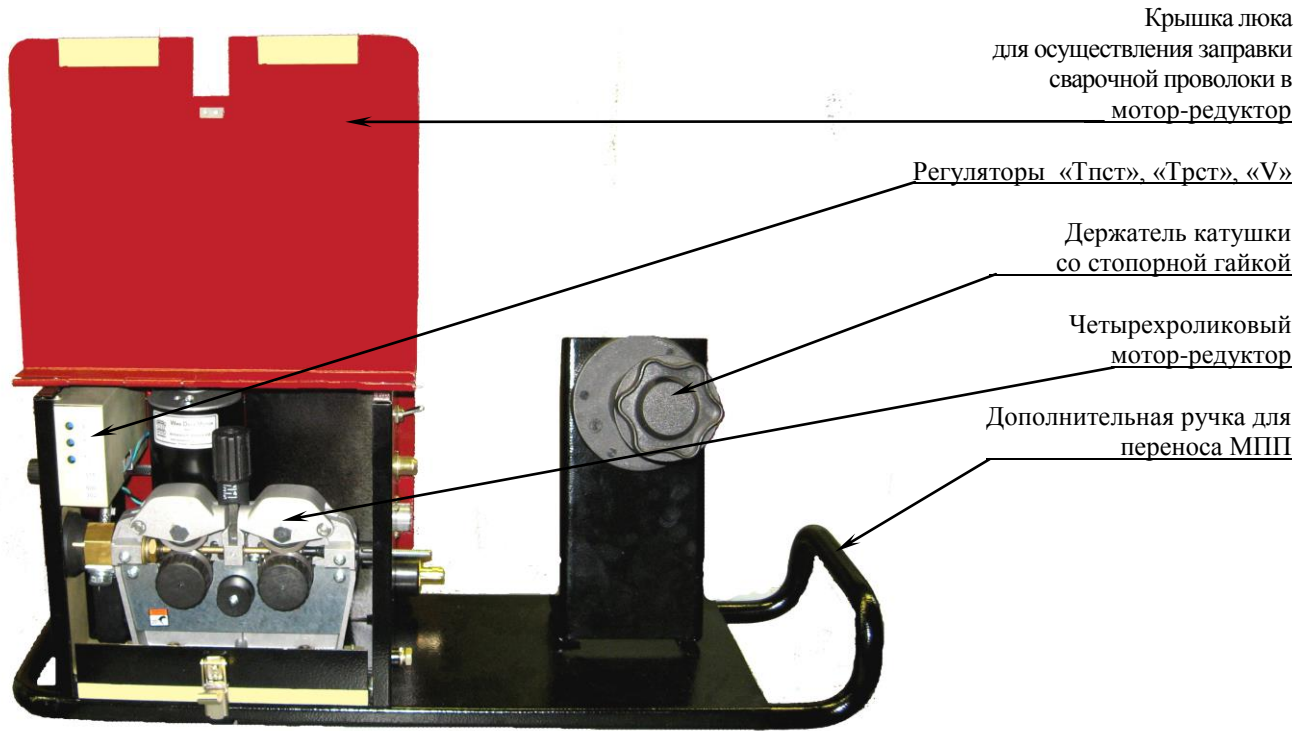

Рисунок 4.2 - Общий вид МПП ВИАМ.683189.006 (вид сбоку)
4.1.3 Под правой откидной стенкой расположены (рисунок 4.2):